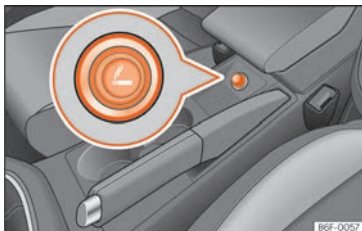

Abb. 160 Zigarettenanzünder.
- Zur Betätigung Zigarettenanzünder »» Abb. 160 hineindrücken »» ⚠.